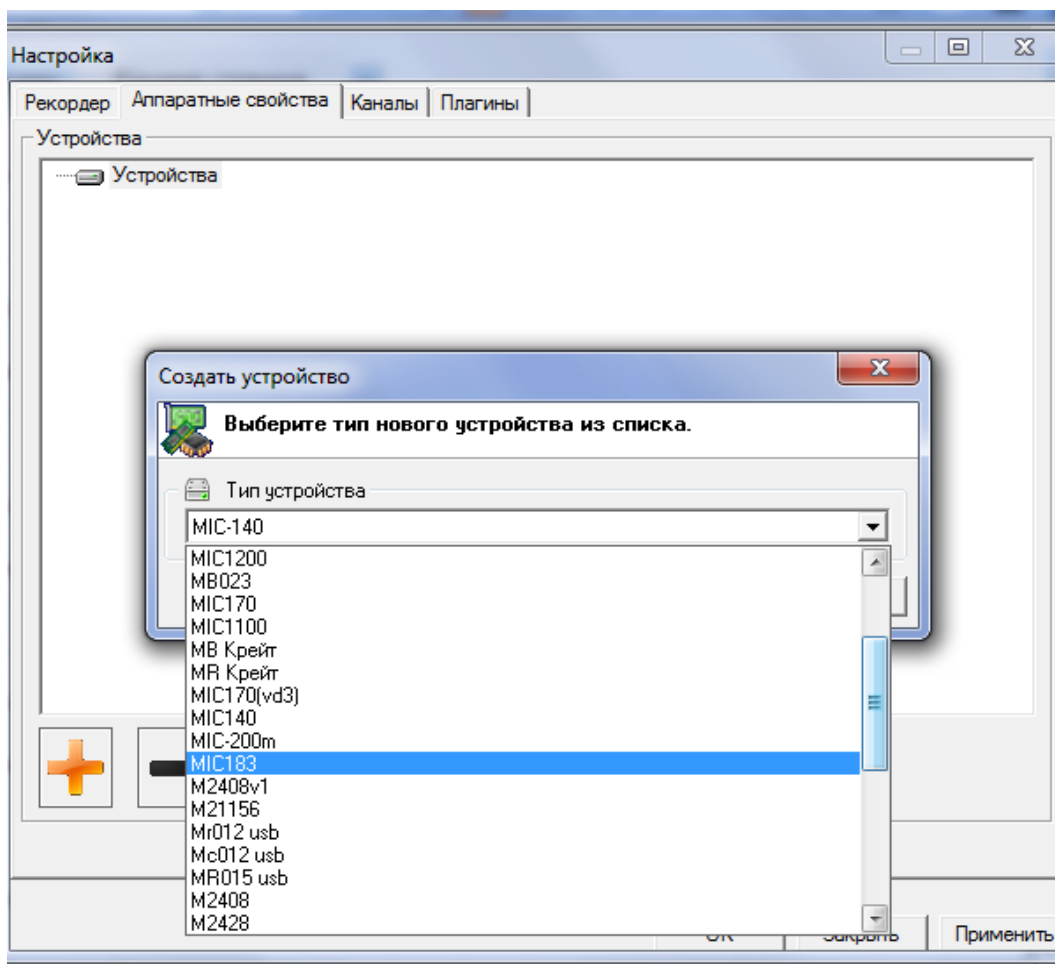

Рис. 11. Выбор устройства
2.2.4.6 Если автопоиском не требуемые для работы устройства не определяются, необходимо их подключить. Для этого, при подключения комплекса МІС-183 по интерфейсу Ethernet, нажать кнопку  - «Добавить устройство» в нижней части окна, затем в открывшемся окне «Создать устройство» выбрать строку «МІС-183» и нажать кнопку «Создать» (см. Рис. 11).